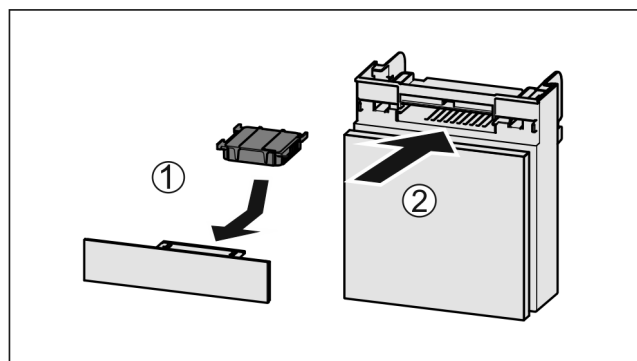

Fig. 175
- ▶ Вставити фільтр з активованого вугілля за малюнком Fig. 175 (1).
- ▶ Вставити відділення Fig. 175 (2).